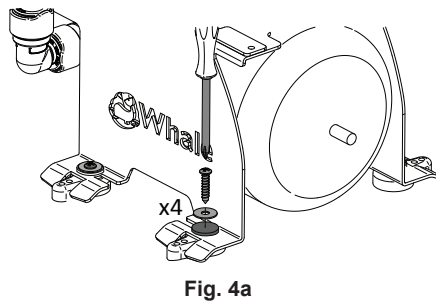
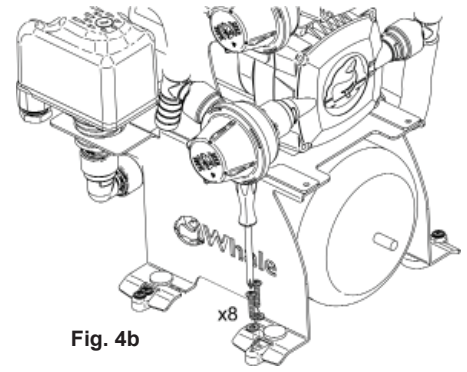

Fig. 4a
Fig. 4b
**Étape 3** Utiliser des vis en acier inoxydable et des joints pour fixer le kit sur une surface solide. Quatre vis et joints peuvent être utilisés au centre des pieds (voir Fig. 4a) ou 8 vis et joints tel qu'indiqué en Fig. 4b.
Figure 4a et 4b Kit de fixation